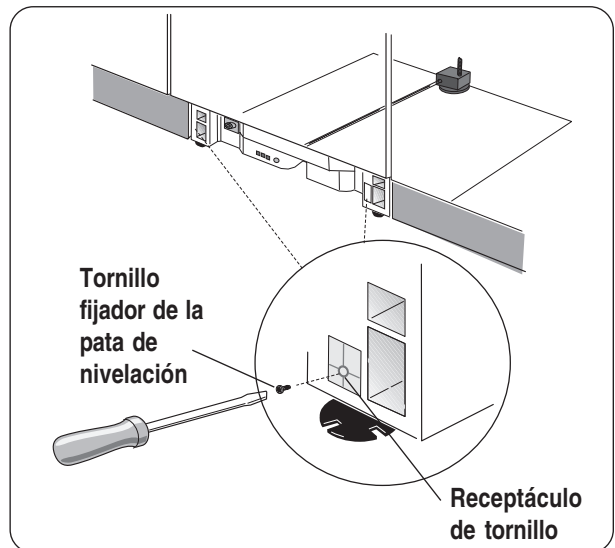

Ilustración 21
- 2 Después de instalar la unidad en la abertura, nivelar y fijarla, bloquee las dos patas delanteras de nivelación atornillando los dos tornillos fijadores de las patas de nivelación en cada receptáculo de tornillo que se encuentran en el frente de las patas. Vea la **Ilustración 21**.